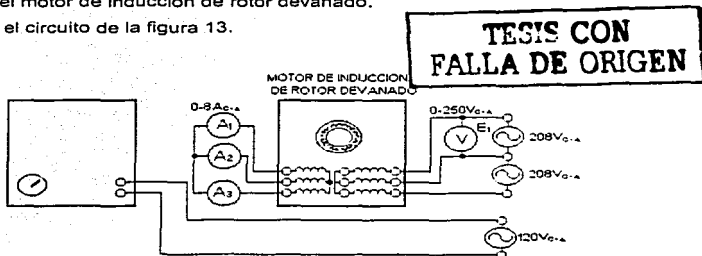

Figura 13
- Conectar el circuito de la figura 13.